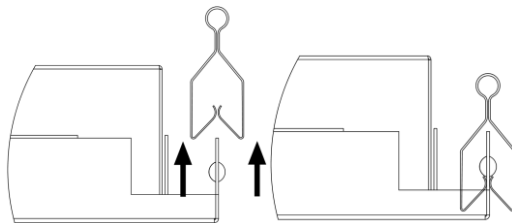

Рисунок 3 — Установка светильника Geniled серии Office Clip-In на подвесную конструкцию.
- Установите светильник Geniled на монтируемое место. При этом «уши» рамки с заклепками необходимо завести в пазы направляющих конструкции потолка (см. рисунок 3). Следите за тем, чтобы кабель не оказался зажат между элементами конструкции потолка и светильника. Убедитесь, что светильник надежно закреплен на потолке. В противном случае светильник